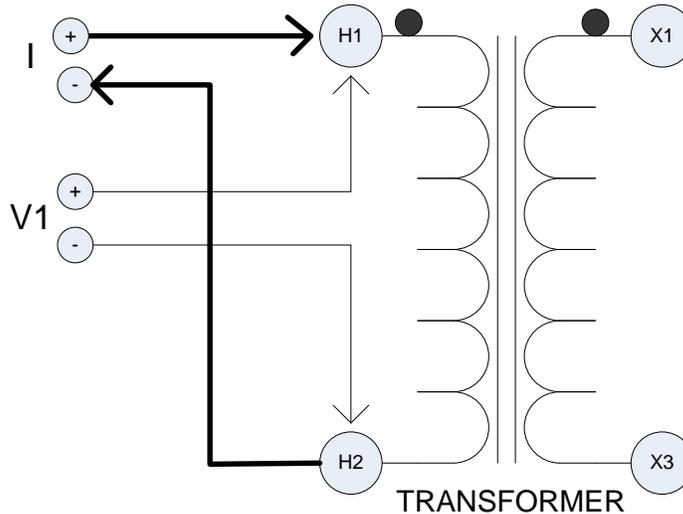

Figura 2: Medición de devanado único
4. Conecte los cables de corriente (I) al devanado de la muestra bajo prueba. Vea la Figura 2 arriba.
5. Conecte los cables de voltaje "V1" al devanado de muestra bajo prueba. **Los cables de voltaje siempre se deben conectar dentro (entre) los cables de corriente y el transformador.** No coloque cables de potencial sobre los cables de corriente, ya que esto agregará resistencia de contacto a la medición. Gire el interruptor de potencia a "ENCENDIDO" (1).